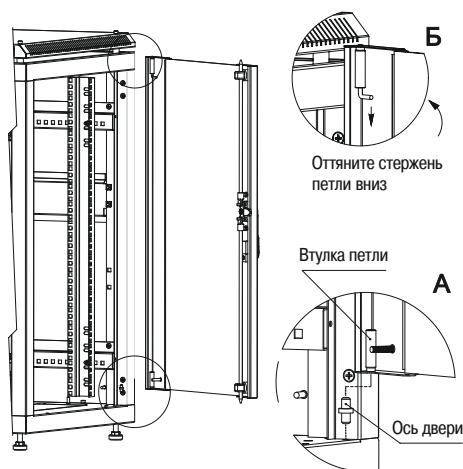

Рисунок 14 – Установка дверей в шкаф
3.4.4 Вставьте ось в круглое технологическое отверстие в основании близ стойки, наденьте втулку петли на подпятник (действие А). Оттяните стержень петли вниз (действие Б), защелкните колпачок петли в отверстие на верхнем основании (рисунок 14). Закройте дверь на замок. При правильном монтаже дверь вращается плавно, запирается без особых усилий.